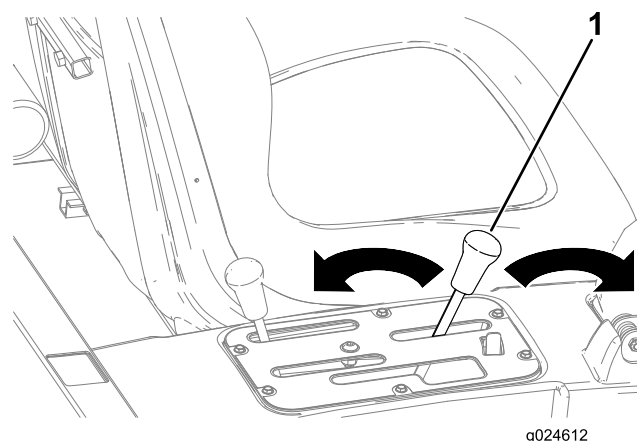

Figura 18
3. Mova a alavanca para trás para levantar a caixa de carga para a posição desejada. (Figura 18).
4. Mova a alavanca para a frente para baixar a caixa de carga (Figura 18).